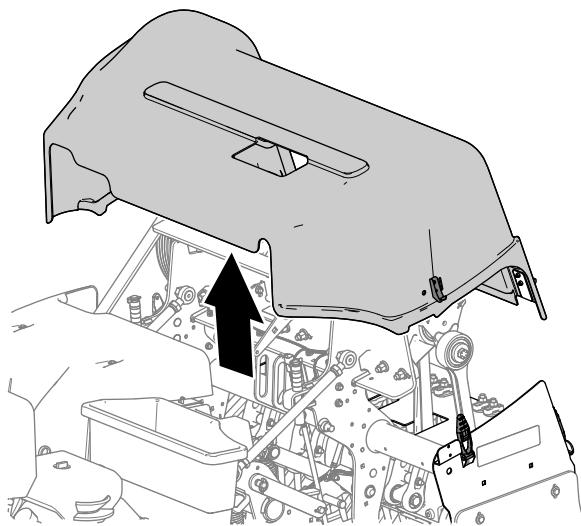

Bild 140
5. Heben Sie die Abdeckung des Aerifizierkopfs von der Maschine ab (Bild 140).